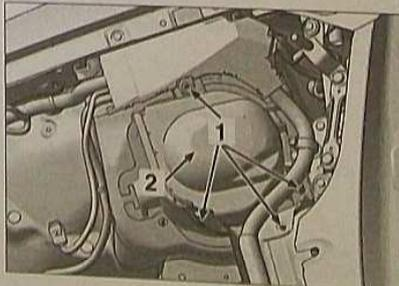

FIG. 7
- dégager la grille d'avant des enjoliveurs de pare-brise (3).
- décliper la grille d'avant (4) suivant (A) et la déposer (4).
- Déposer les fixations (1) et le cache (2) (Fig.7).